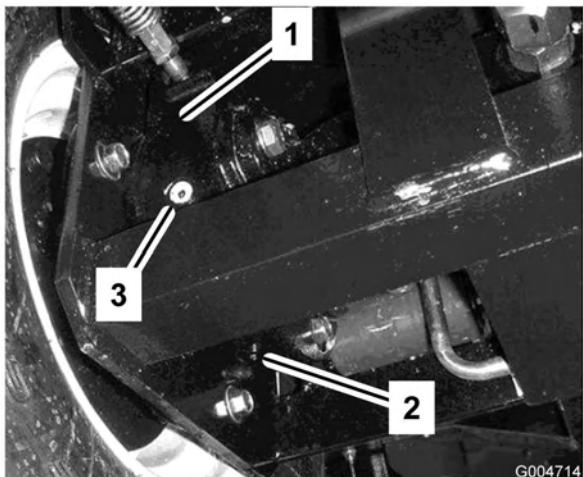

Figura 59
- Coloque um recipiente de escoamento debaixo da caixa dos travões do lado oposto da roda (Figura 59).
7. Retire o tampão de verificação da caixa de travões (Figura 59).